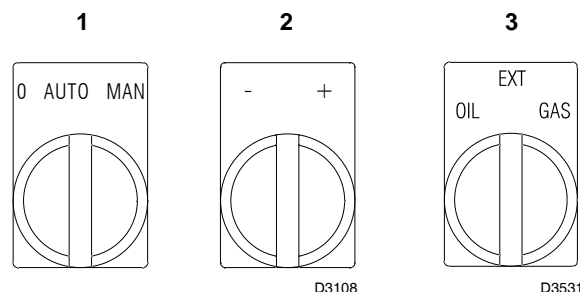

Fig. 28
闭合负荷控制开关，将开关 1（图 . 28）转到手动（MAN）位置。确认连接到电磁阀的灯泡或测试仪或电磁阀上的指示灯，显示无电压。如果存在电压，则立即将燃烧器停机，检查电气连接。
- 1 使用转换器 3）（图 . 28）；
将转换器 3）（图 . 28）设定至 EXT 位置，可启动远程燃料选择功能。
转动“降低出力”转换器 2) (图 . 28), 并继续向“-”方向转直至伺服电机关闭风门挡板, 燃气蝶阀角度为 35° (工厂设定)。
可通过将出力调节开关 2) (图. 28) 保持在 (+) 或 (-) 号上来调节燃烧器出力从一点到另一点。
- 将控制面板上的转换器开关置于手动位置 1) (图 . 28)，启动燃烧器。
- 燃油侧调节完成后，停止燃烧器，将燃料选择开关 3) (图 . 28) 转至燃气 (GAS) 运行并检查确认燃气按所需出力运行正常。否则，按照上述点 C (燃气凸轮) 对燃气凸轮进行设定。